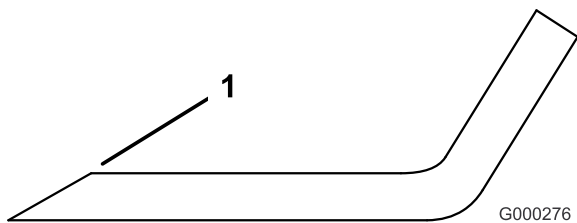

Figura 89
3. Examine as partes cortantes de todas as lâminas. Afie as extremidades de corte se estas apresentarem sinais de desgaste ou ranhuras. Afie apenas a zona superior da parte cortante e mantenha o ângulo de corte original para garantir um desempenho eficaz da lâmina (Figura 89). A lâmina mantém o equilíbrio se for retirada a mesma quantidade de metal de ambas as partes cortantes.